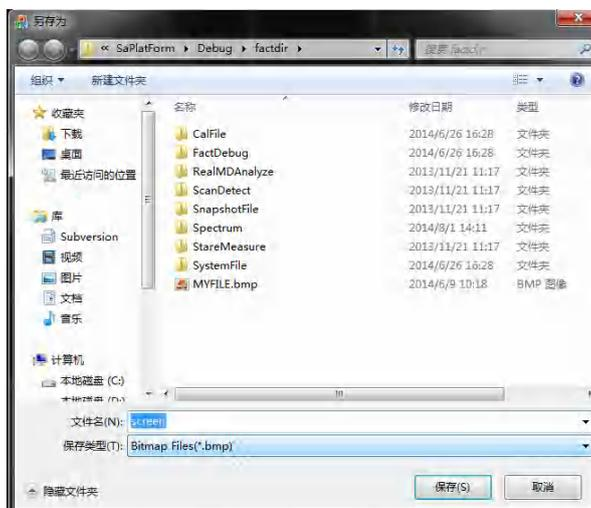

图 3.22 文件保存界面
- 弹出文件另存为对话框，选择需要存储文件的路径和文件名，点击保存即可，如图 3.22 所示。